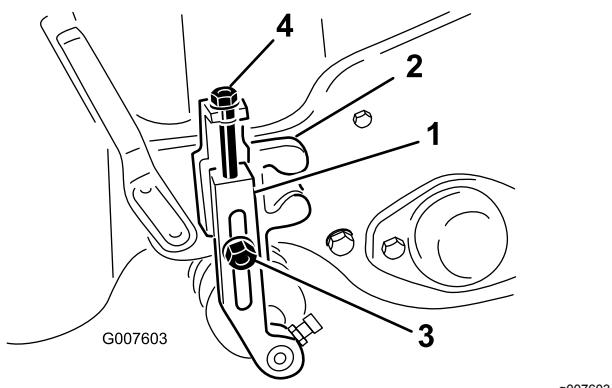

图49
2. 松开将剪草高度臂固定到剪草高度支架上的锁紧螺母 图49。